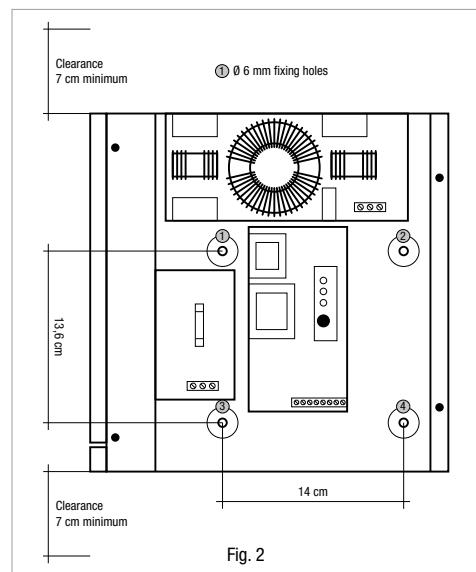

Fig. 2
- 1) Posizionare il Power Reducer in modo tale da mantenere una corretta aerazione. Installare il dispositivo verticalmente (pressacavi rivolti verso il basso), tenendo uno spazio libero di almeno 7 cm (fig. 2).
- 2) Fissare Power Reducer al muro con tasselli Ø 6 mm sfruttando i fori indicati in fig. 2
- 1) Position the Power Reducer in such a way that it will always be properly ventilated. Install the device vertically (cable glands facing downwards), ensuring a clearance of at least 7 cm, top and bottom (fig. 2).
- 2) Fix the Power Reducer to the wall with Ø 6 mm masonry plugs, using the holes indicated in fig. 2
- 1) Placez le Power Reducer de façon à conserver une bonne aération. Installez le dispositif à la verticale (presse-étoupe en direction du bas), en gardant un espace libre d'au moins 7 cm (fig. 2).
- 2) Fixez Power Reducer au mur avec des chevilles de Ø 6 mm en utilisant les trous indiqués en fig. 2